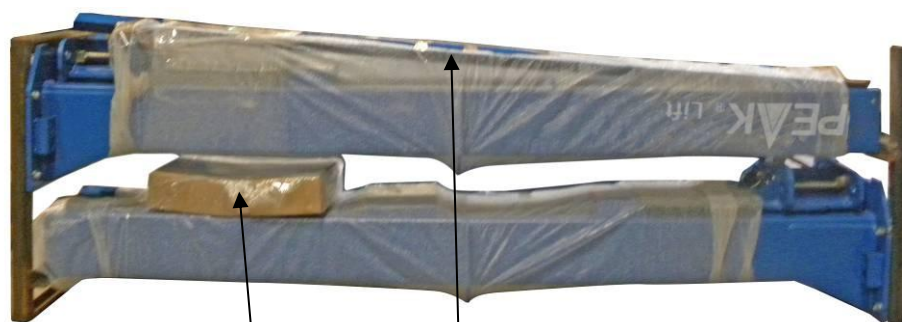

Рис. 6
1. 1. Подъемник и гидростанция в упаковке (См рис. 6).